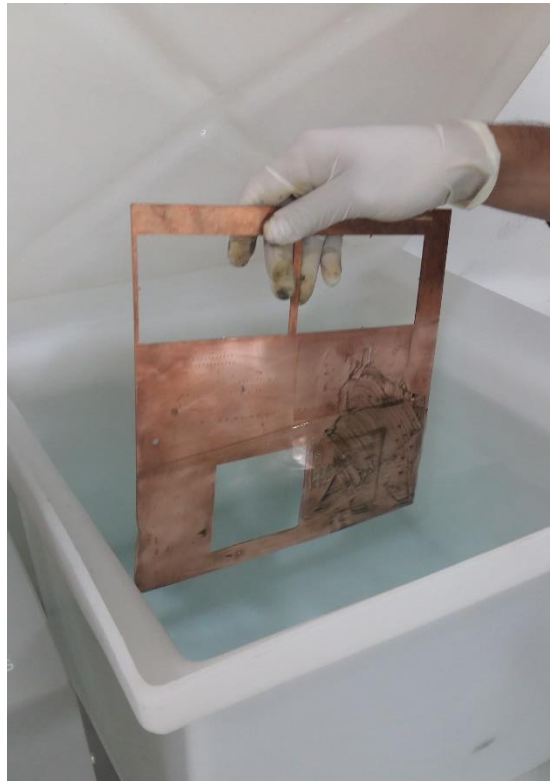

Figura 16. Baquela en el tanque de líquido des ionizado.
16. Agite la baquela suavemente, verifique que no se generen burbujas de tinta de los huecos como se muestra en la figura 16.